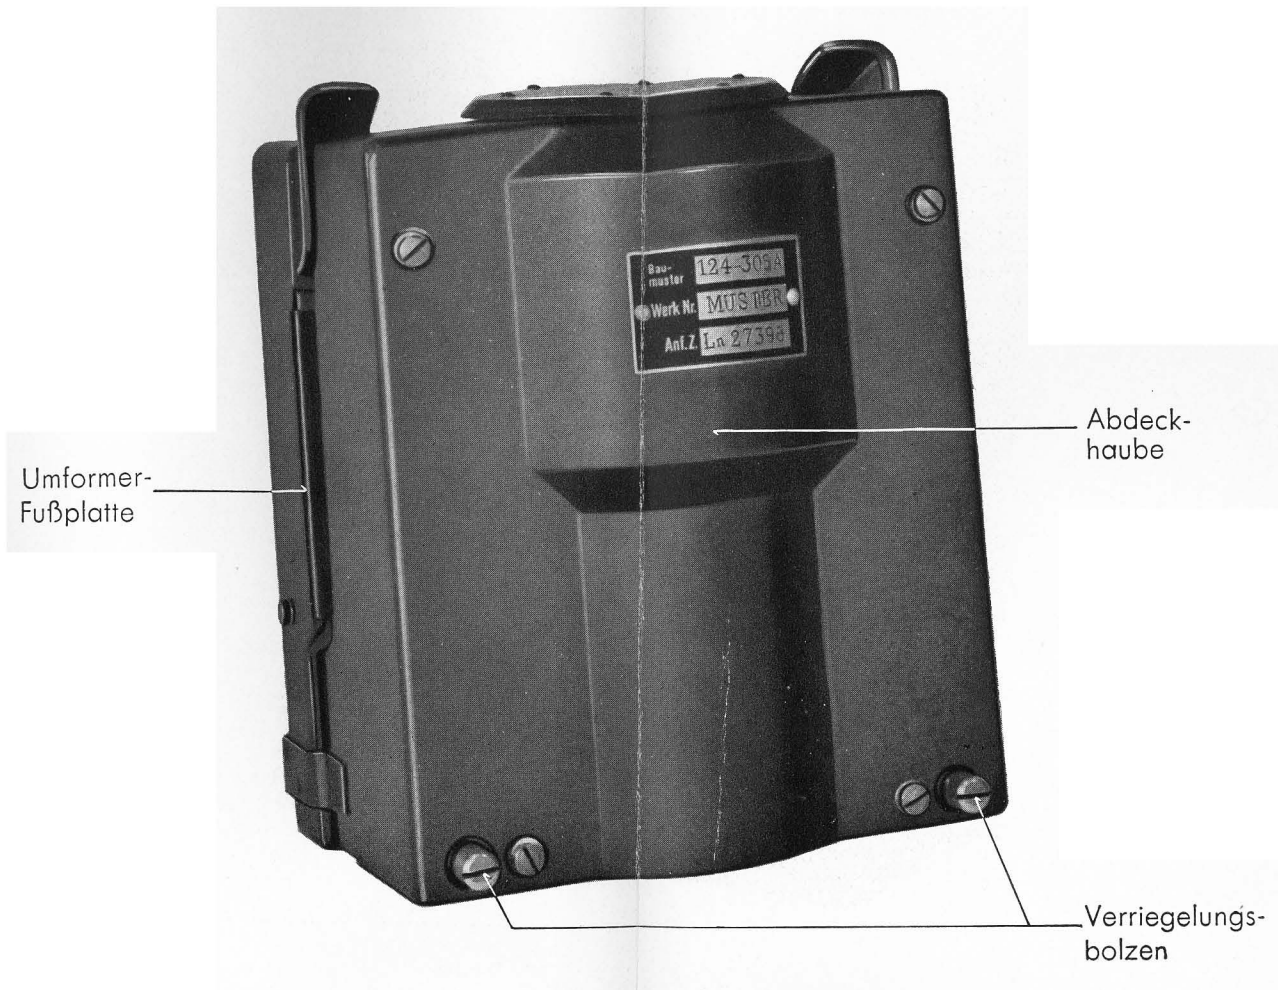

Abb. 1: Ansicht des Umformers mit Fußplatte
4. Der Umformer besteht aufbaumäßig aus drei Teilen: der Umformer-Fußplatte, dem Mittelteil mit herausnehmbarem Einsatz und der Abdeckhaube (Abb. 1).
9. Die Abdeckhaube ist mit vier unverlierbaren Schrauben am Mittelteil befestigt. Sie trägt an der Oberseite ein durch ein Blech abgedecktes und an der Unterseite ein offenes Lüftungssieb aus verzinktem Eisendraht (Abb. 1). Neben den unteren Befestigungslöchern sind noch Löcher für
- Abb. 1: Ansicht des Umformers mit Fußplatte**